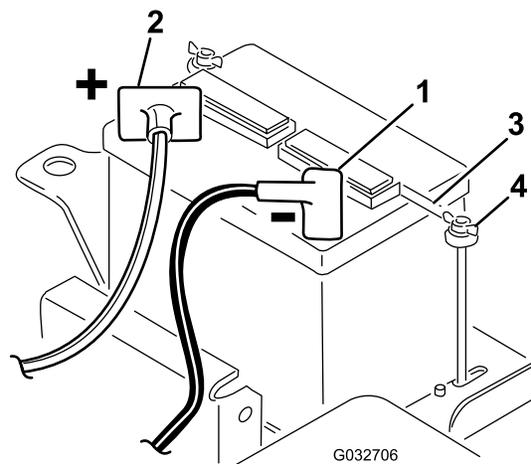

Рисунок 5
5. Установите зажим аккумуляторной батареи и шайбы, закрепите их барашковыми гайками (Рисунок 5).
2. Подключите положительный кабель (красный), идущий от реле стартера, к положительному штырю аккумуляторной батареи (Рисунок 5). Закрепите его каретным болтом с гайкой.